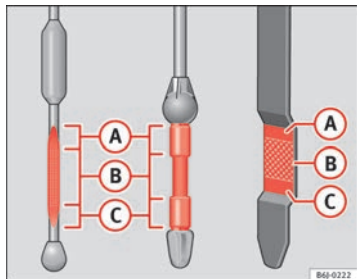

Fig. 117 Asta di misurazione livello olio motore
- In seguito, estrarla di nuovo e controllare il livello dell'olio ⇒ fig. 117. Se necessario, rabboccare dell'olio.